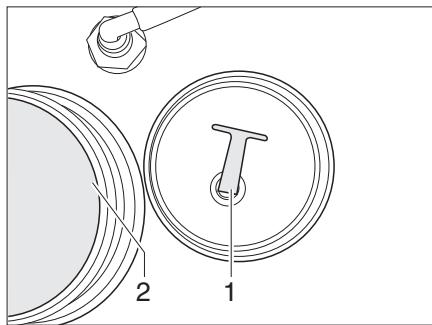

Bild 371 Verschluss-Stopfen
- Den Verschluss-Stopfen (Bild 371,1) aus der Ablassöffnung (Bild 371,2) heraus-schrauben.